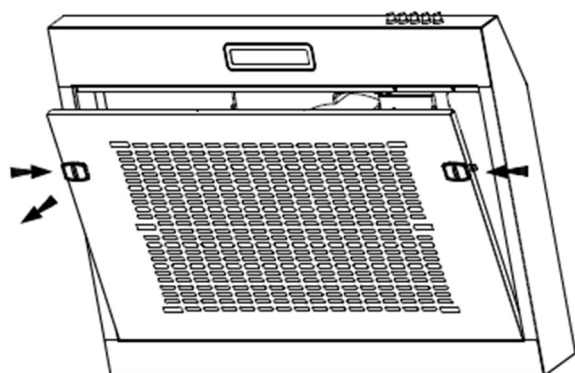

Рис.1
2. Снимите жировой фильтр рис.1.